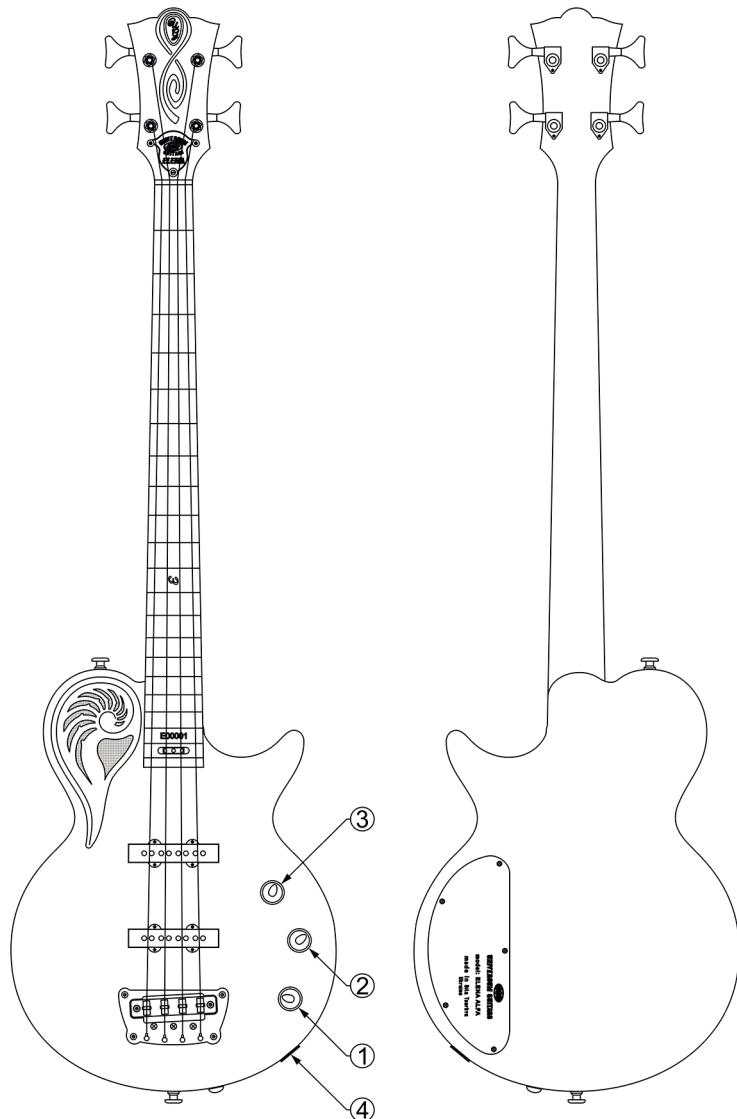

Рис. 23
- Выходной разъем – электромагнитный (Рис.23 поз.4).
- 1) Ручка потенциометра регулировки тона (Рис.23 поз.1).
- 2) Ручка потенциометра регулировки баланса электромагнитных звукоснимателей (Рис.23 поз.2).
- 3) Ручка потенциометра регулировки громкости (Рис.23 поз.3).